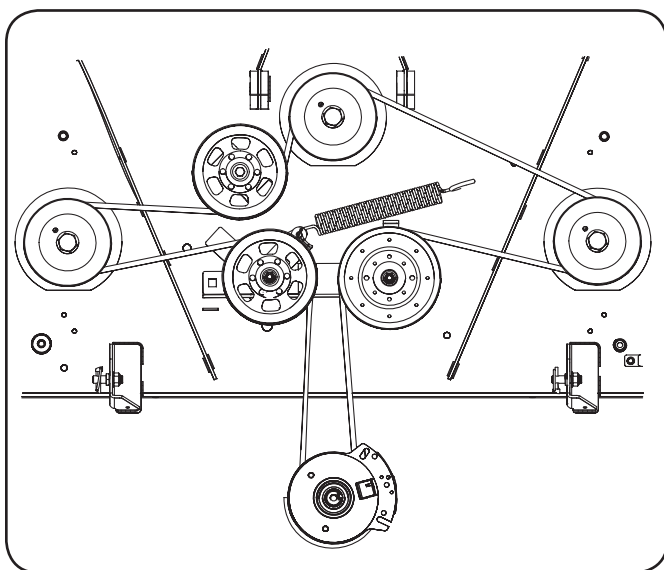

Figure 7-9
6. Placez la courroie autour des poulies de tension retirées à l'étape 3 avec le côté en « V » vers le bas. Après avoir installé la courroie, installez la quincaillerie et serrez l'écrou autobloquant afin de fixer l'assemblage. Voir Figure 7-9.
7. Installez la courroie comme indiqué à la Figure 7-9, puis réinstallez le plateau de coupe (voir *Installation du plateau de coupe*).